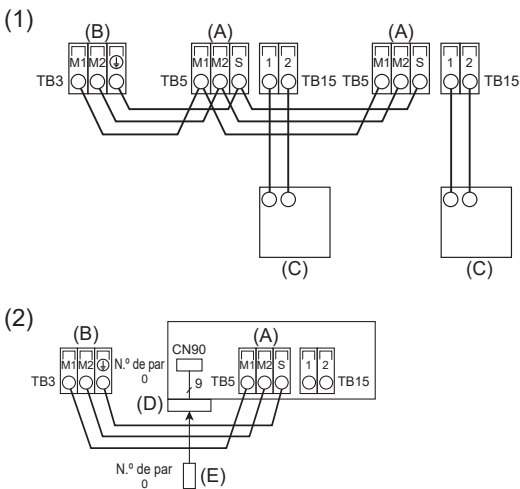

Fig. 6-5
6.3. Conectar los cables de transmisión del mando a distancia y de las unidades interior y exterior (Fig. 6-5)